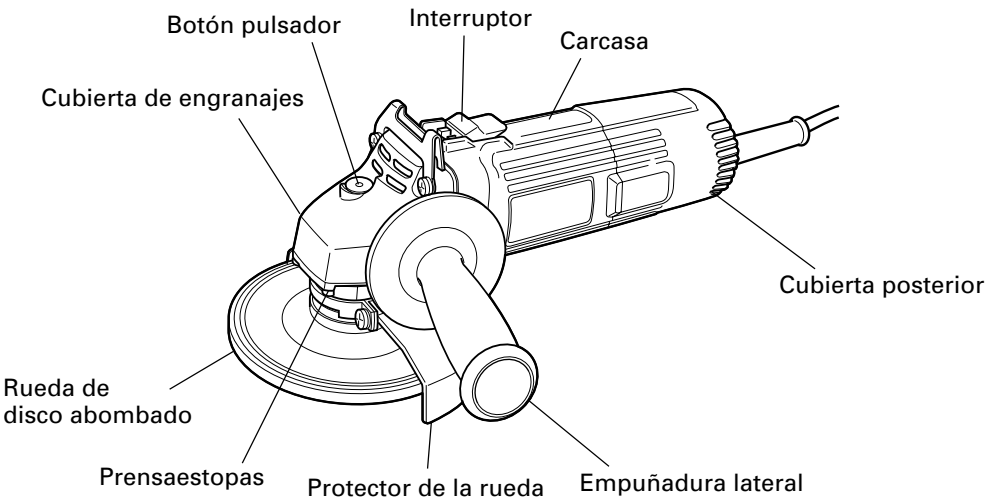

Fig.1
1. Sujete firmemente la amoladora por su carcasa y la empuñadura lateral (Fig. 1).